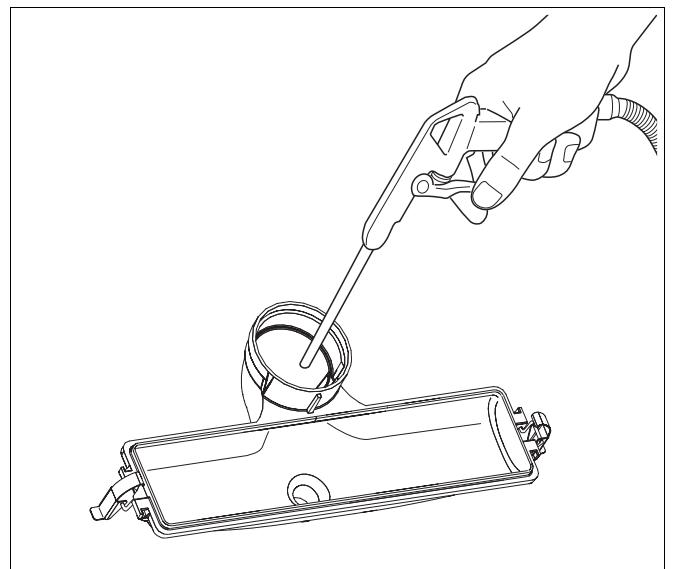

Рис. 121 Чистка ванны для конденсата
- Очистить ванну для конденсата механически (сжатым воздухом или мягкой щеткой) и промыть чистой водой (рис. 121).